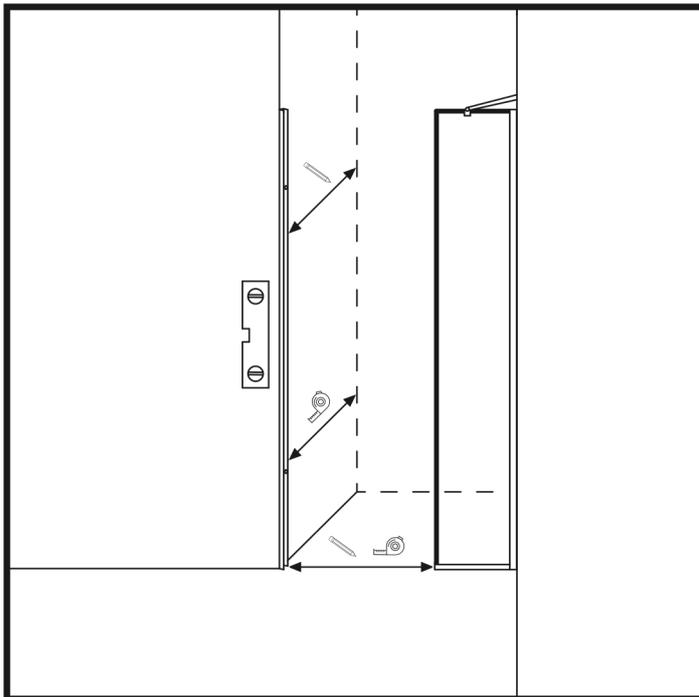

Abbildung 11
28. Messen Sie den Abstand des Scharnierleistenprofils von der parallelen Wand entsprechend der für die Duschtür vorgesehenen Position. Messen Sie auch den Abstand bei bereits eingebauter Glaswand so, dass die noch nicht eingebaute Glastür horizontal parallel zur Glaswand steht. (Abbildung 11)